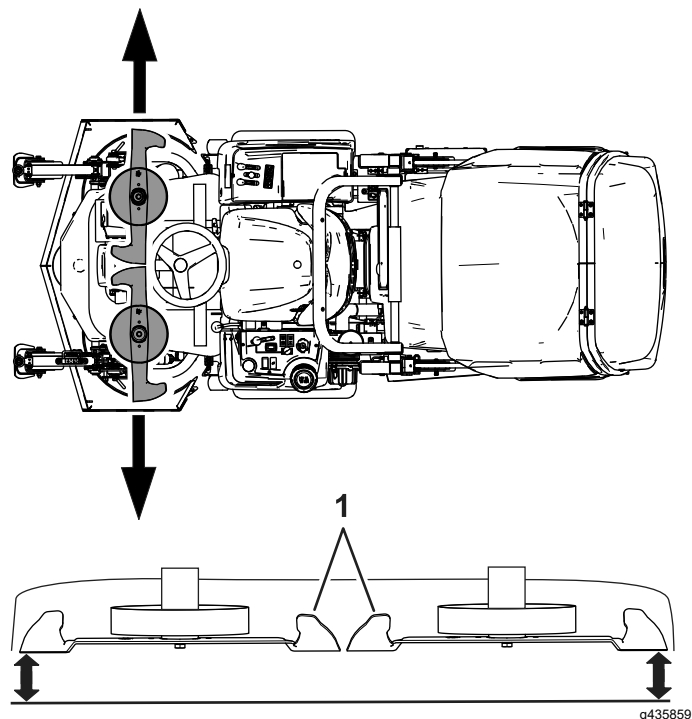

Figura 103
3. Alinee una cuchilla lateral a la posición más exterior (Figura 103).
4. Mida la distancia entre el suelo y el punto más externo del borde de corte de la cuchilla (Figura 103).
5. Alinee la cuchilla lateral en el otro lado de la unidad de corte con la posición más exterior (Figura 103).
6. Mida la distancia entre el suelo y el punto más externo del filo de corte de la cuchilla con un bloque indicador (Figura 103).
8. Mida el punto más exterior de los filos de corte de las cuchillas (Figura 103).